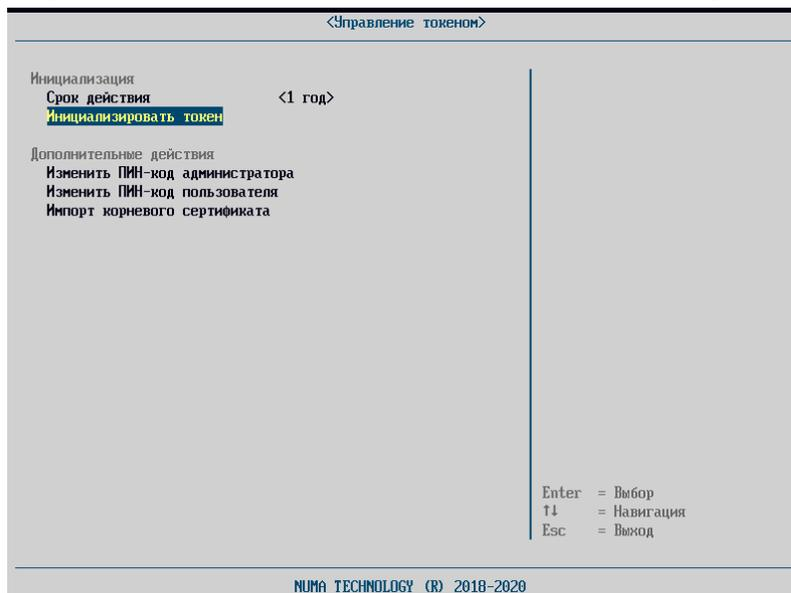

Рисунок 76 – Инициализация токена. Срок действия токена
- выбрать срок действия токена после инициализации (см. рисунок 76);